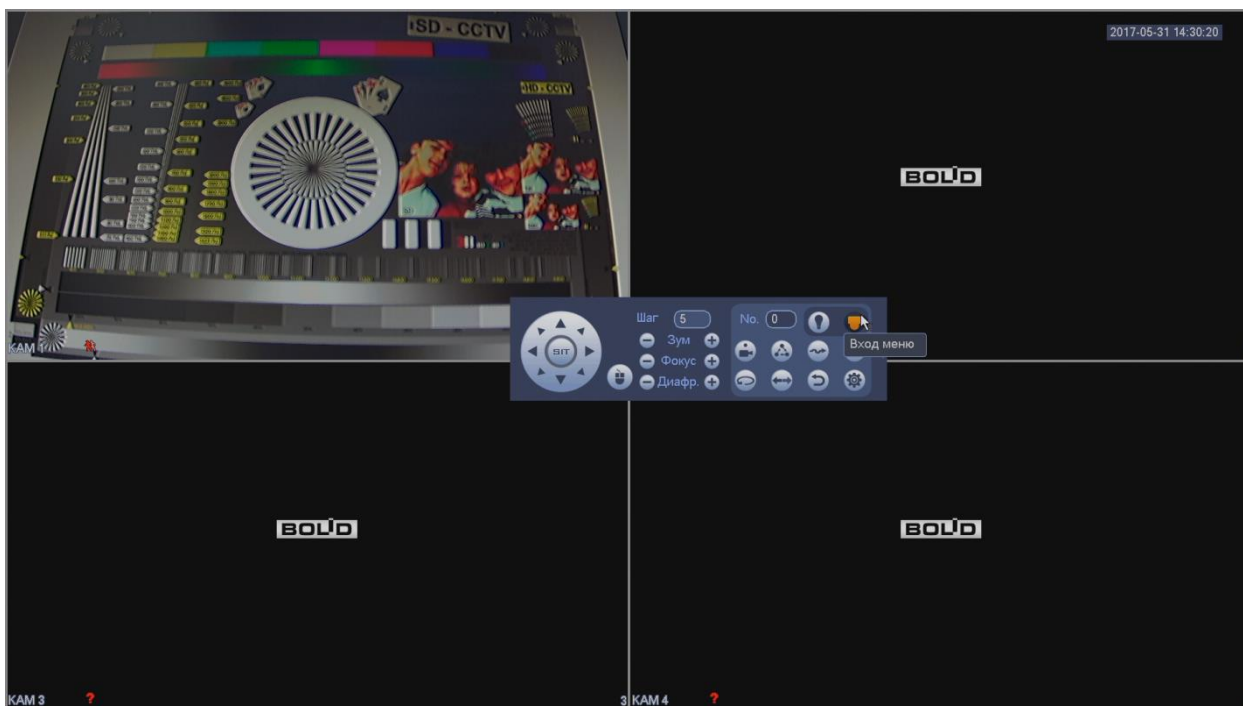

Рисунок 5
3.2 В появившемся окне раскройте дополнительное меню и нажмите кнопку «Вход в меню» (рис.5).